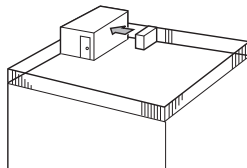

Fig. 2-4
- ① Richten Sie die Luftaustrittsöffnung mit einem Abstand von etwa 500 mm auf die nächstgelegene Wand aus. (Fig. 2-4)